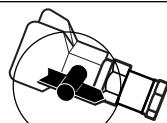

Figura 10 - Bocal na posição de Cleaning (Limpeza)
- Gire o bocal para a posição Cleaning (veja a Figura 10).